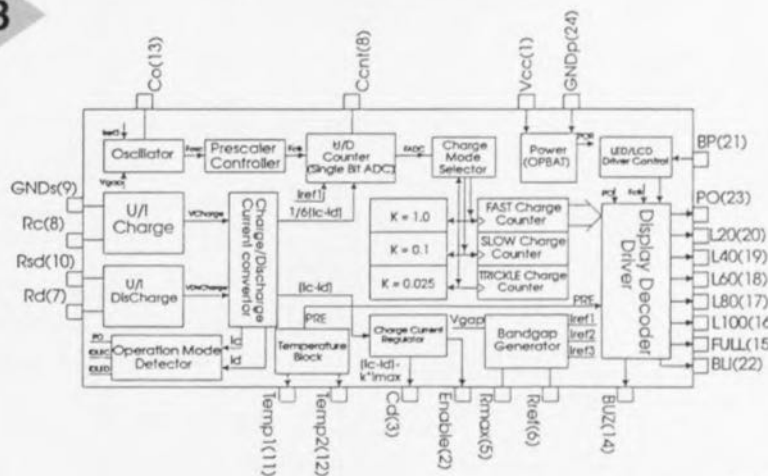

Figure 3. Synoptique du SAA1501T. Le driver d'affichage peut piloter soit un affichage LCD soit des LED.
présence d'un courant de décharge et du niveau de courant $I_{substract}$ qui vient s'ajouter au courant de décharge converti. Ceci se traduit par des décomptages à la place de comptages. Un examen plus critique du synoptique complet du SAA1501T représenté en figure 3 nous apprend que le
Le SAA1501T peut servir, outre d'indicateur de charge, également de cerveau pour un rechargeur rapide. L'électronique dont il dispose est suffisamment sophistiquée pour combiner une durée de charge courte avec une sécurité maximale pour l'accu concerné. Le circuit intégré connaît 3 niveaux de charge, à savoir ceux de charge rapide ($k=1$), de charge lente ($k=0,1$) et de maintien de charge ($k=0,025$). On retrouve les blocs correspondants au centre du schéma de la figure 3. Dès activation de la sortie FULL on a commutation du mode charge rapide à celui de charge lente. Le facteur k est alors divisé par 10, de sorte que le courant de régulation $k \cdot I_{\max} - I_{\max}$ étant dérivé de la tension de bande interdite (*bandgap*) V_{gap} - définit une durée d'intégration plus longue sur la broche C_d . Ceci signifie que le rapport cyclique du signal de validation Enable disponible en broche 2 (EN) diminue. C'est ce qu'illustre le graphique de la figure 4. Comme ce signal de validation pilote l'unité de charge (externe), un rapport cyclique plus faible se traduira inévitablement par un courant de charge moyen plus petit. Le but de la commutation vers le niveau de charge lente est d'éviter une surcharge avec tous les risques que cela implique. Si l'on admet que le rendement de charge des accus est inévitablement inférieur à 100%, les accus ne seront jamais totalement rechargés après, par exemple, une heure à un courant de charge de 1C. Pour en compléter la charge en toute sécurité le reste du trajet de charge sera effectué au niveau de charge lente, un courant ne présentant pas le moindre danger. Même s'il devait se faire que les accus soient déjà pleins, une surcharge à ce courant de charge au niveau relativement faible, ne fait pas courir le moindre risque aux accus. La durée de charge rapide et le rendement de charge moyen sont définis à l'aide d'une résistance externe connectée à la broche 8, R_c . De cette façon la durée de charge lente est égale à 20% de la durée de charge rapide. À la fin de la durée de charge lente on passe automatiquement en mode maintien de charge (*trickle charge*). Le facteur k passe alors de 0,1 à 0,025 de sorte que la durée d'intégration sur la broche C_d augmente encore et que le rapport
En plus de l'échelonnage du courant de charge, le SAA1501T dispose d'un autre dispositif destiné à la protection des accus. Le bloc « température » visible dans la partie inférieure de la figure 3 constitue en effet un thermo-protection efficace, détail très important lorsque l'on sait que les accus peuvent être endommagés lorsque leur recharge se fait à une température trop élevée. Dès détection de la température d'accu maximale T_{\max} , le circuit intégré commutera de la charge rapide au mode de charge lente. Ce bloc fonctionnel définit en outre une durée de décomptage pilotée en température en mode de veille (*standby*). Que sous-entend cette dénomination de mode de veille ? On se trouve dans ce mode lorsque l'on a ni courant de charge ni courant de décharge. Le circuit intégré se trouve alors pour ainsi dire au repos ce qui ne l'empêche pas de garder l'état de charge des accus à l'oeil. En effet, ce niveau de charge baisse progressivement en raison de l'auto-décharge des accus. Sachant que le vrai courant d'auto-décharge est une caractéristique interne de l'accu et que l'on ne peut donc pas le mesurer, on compte le nombre de « jours d'auto-décharge ». Vu d'autre part que l'au-